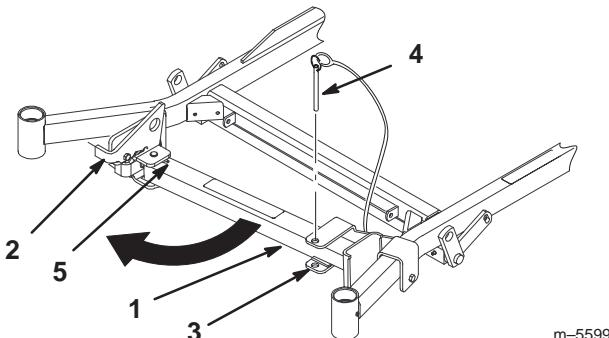

Figure 25
2. Retirez la goupille du support (Fig. 25).
3. Soulevez le verrou. Déployez le pied du support et poussez le support vers la machine, au bas de la fente (Fig. 25 et 26).
4. Ramenez le support à sa position de repos (Fig. 25).